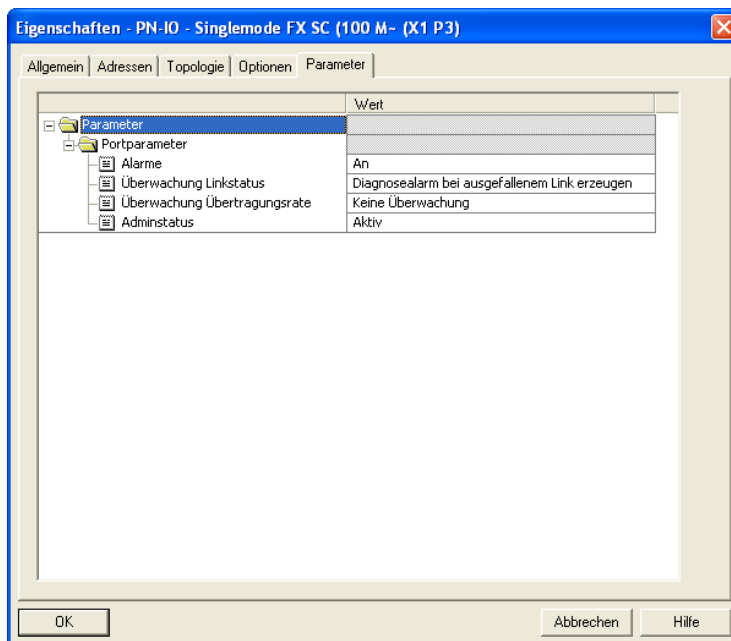

Abb. 15: Port-Eigenschaften
- ☐ Wählen Sie die gewünschten Alarmer aus und schließen Sie das Fenster (siehe Abbildung 15).